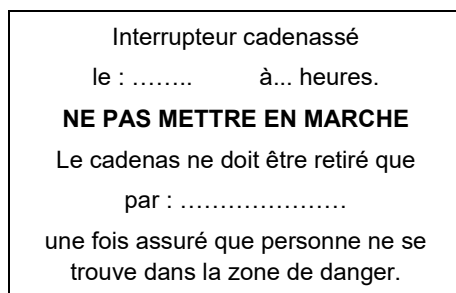

Fig. 2
2. Si possible, verrouiller l'interrupteur avec un cadenas et placer un panneau conforme Fig. 2 bien visible sur l'interrupteur.